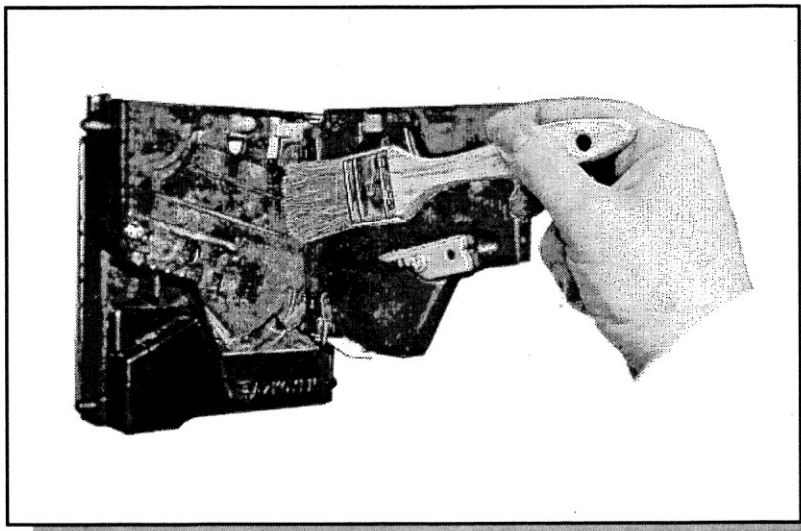

Figura 4: Limpieza y mantenimiento del selector LS6
- Abrir las dos partes del monedero, carcasa y bisagra (tal y como muestra la figura 4).